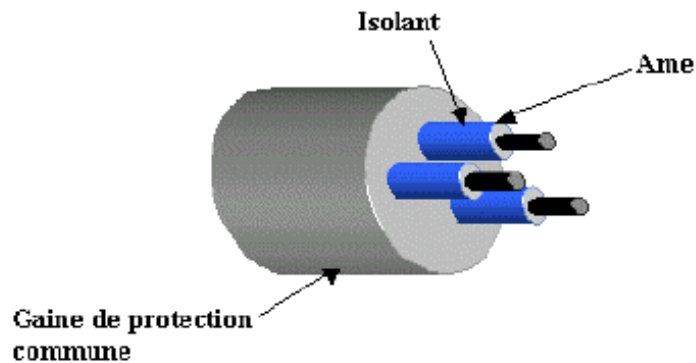

Figure 2.2 - Le câble multiconducteurs
• **Le câble multiconducteurs** : c'est un ensemble de plusieurs conducteurs électriquement distincts et mécaniquement solidaires, mais comportant une ou plusieurs gaines de protection commune ( voir figure 2.2)